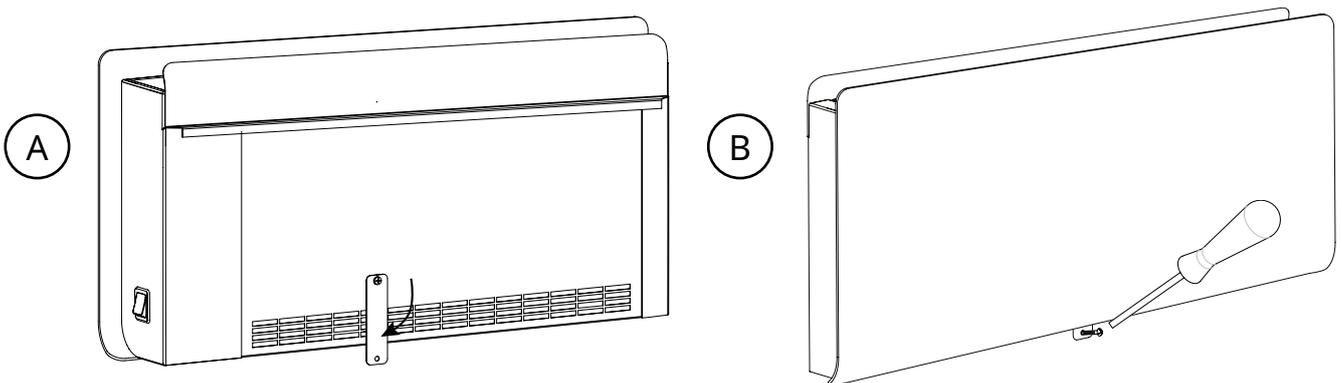

Fig. 4: Fastening with lockplate
3. Das Sicherheitsblech (Abb. 4) drehen und mit einer Schraube an der Wand befestigen, um das Konvektorgebläse zu sichern.